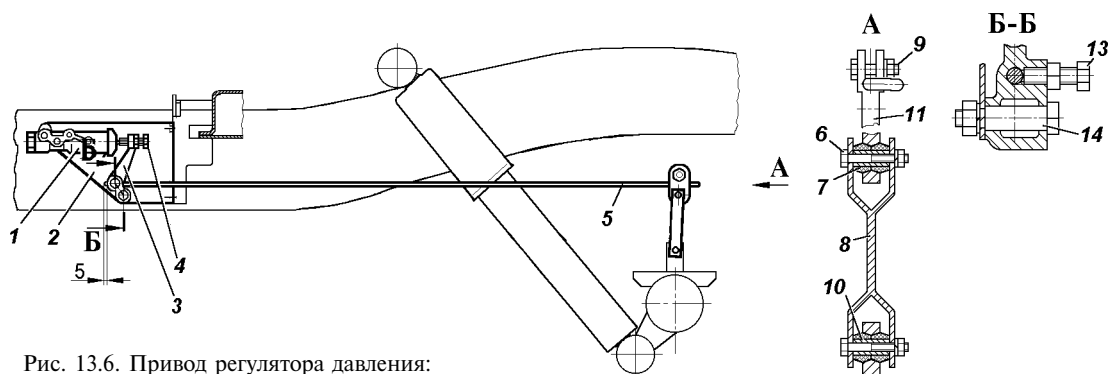

Рис. 13.6. Привод регулятора давления:
При сезонном обслуживании проверяйте работоспособность регулятора давления. Очищайте регулятор от грязи и проверяйте надежность его крепления и крепления его привода. Внешним осмотром убедитесь, что регулятор и детали его привода не имеют повреждений, отсутствуют подтекания тормозной жидкости и зазоры в соединении стойки с упругим рычагом и кронштейном на заднем мосту (рис. 13.6).
В процессе эксплуатации и при замене задних рессор необходимо регулировать усилие упругого рычага 5 (см. рис. 13.6) на поршень регулятора. Регулировку производите в следующей последовательности:
4. Доверните болт 4 (см. рис. 13.6):